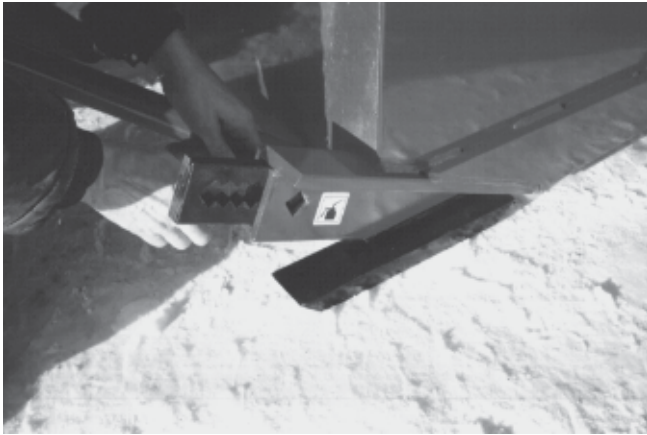

Figure 25
- 5) Faire l'ajustement des patins ajustables selon les conditions du terrain où vous utilisez la souffleuse (Fig. 25).